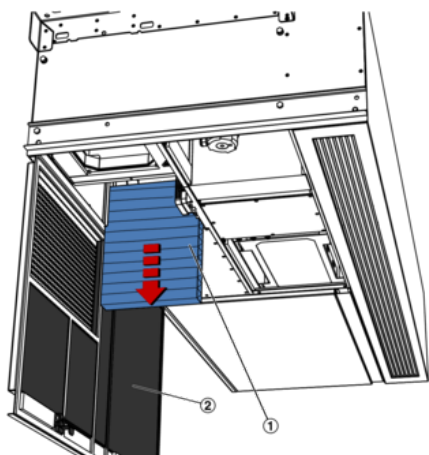

Abb. 70: Abluftfilter
7. ▶ Abluftfilter (Abb. 70/1) nach unten heraus ziehen.